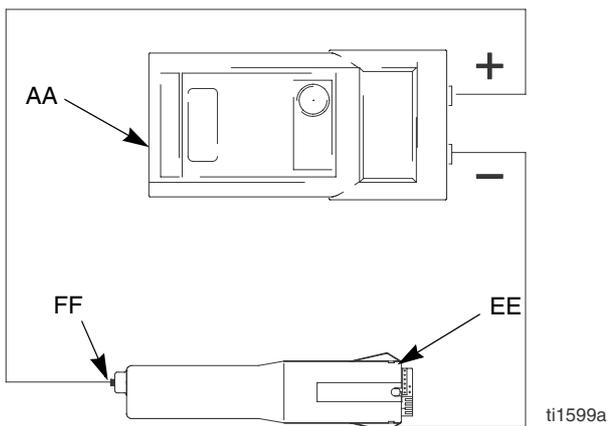

ABB. 19. Widerstand des Hochspannungserzeugers überprüfen
1. Bauen Sie den Hochspannungserzeuger (18) aus, Seite 38.
2. Nehmen Sie den Turbinengenerator (19) vom Hochspannungserzeuger ab, Seite 39.
3. Messen Sie den Widerstand zwischen den Erdungsstreifen des Hochspannungserzeugers (EE) und dem Leitkontakt in der Mitte der Dichtung des Hochspannungserzeugers (FF). Siehe ABB. 19.